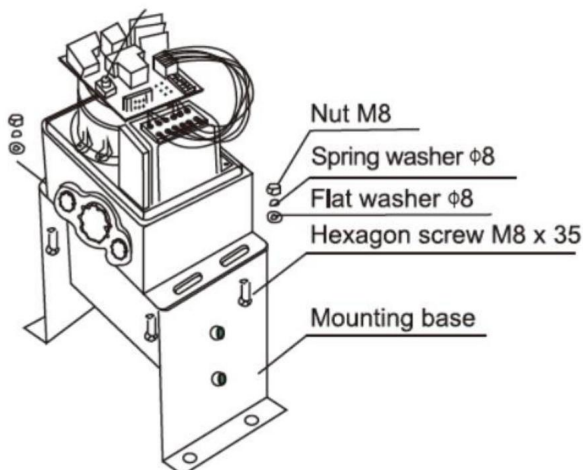

Figure 6
- c) Assemblez le moteur de la machine sur la base de montage comme indiqué sur la figure 6 ;